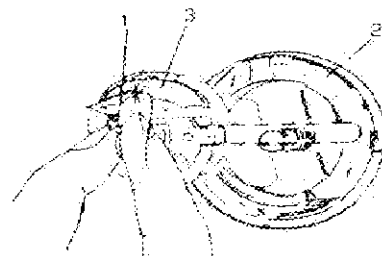

Рисунок 11
7. Установка и демонтирование ядра челнока (см. рисунок 11)